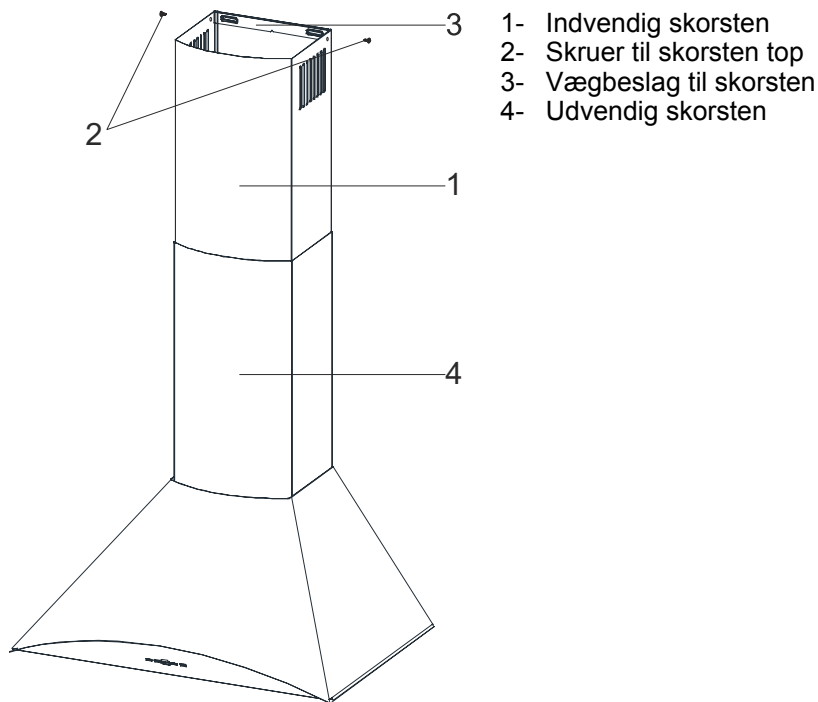

Fig. 9
1. ➤ Den indvendige skorsten skal ind i den udvendige skorsten (Fig. 9).
4. ➤ Løft nu det indvendige skorsten op (1) og skru den fast med skruerne (2) i skorstensbeslaget (3) (Fig. 9).